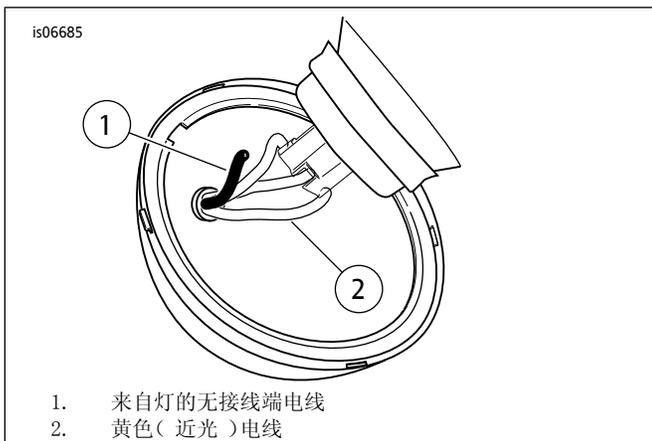

图7. 将来自开关的无接线端电线拼接至前灯黄色电线
- 参见图7。将开关上的无端接导线(1)穿过套环进入前灯罩。使用套件中的Scotchlok®电气连接器(项目14)将其与黄色(近光)电线(2)拼接在一起。